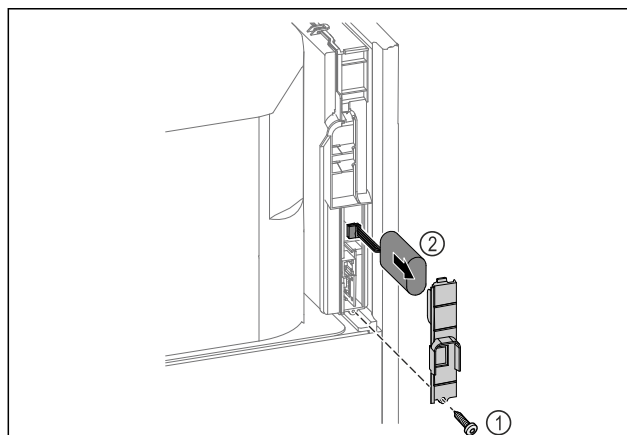

Fig. 259
- ▶ Schraube herausdrehen und Abdeckung auf der Rückseite des Gerätes entfernen Fig. 259 (1).
- ▶ Batterie abstecken und herausnehmen Fig. 259 (2).